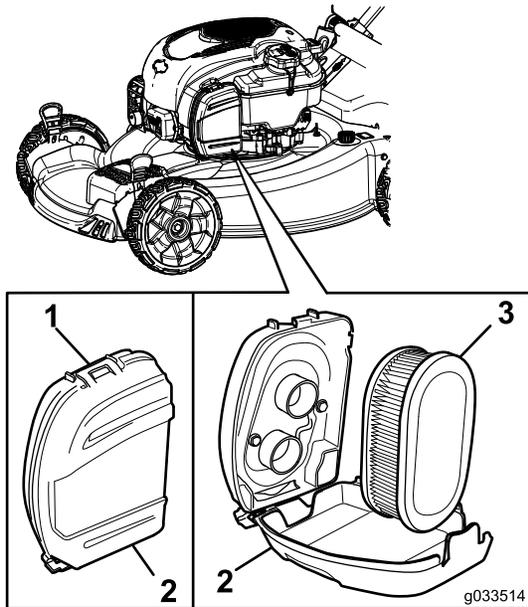

Bild 31
1. Lösen Sie das Oberteil der Luftfilterabdeckung (Bild 31).
2. Entfernen Sie den Luftfilter (Bild 31).